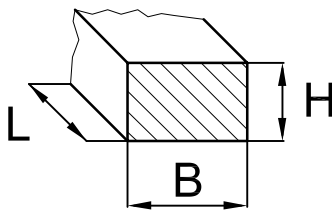

Abbildung 14: (z362-12) Abmessungen einer Holzlatte
- Die Höhe H der Holzlatte darf nur so groß sein, dass ein Kippen der Kaltkanalbaugruppe ermöglicht wird. Die Höhe H muss zudem um einige Größenordnungen kleiner sein als die Breite B ($H \ll B$), um ein Abrutschen der Kaltkanalbaugruppe zu verhindern (siehe Abb. 14).
- Die Auflagefläche L x B der Holzlatte muss ausreichend groß sein, damit die Kaltkanalbaugruppe nicht beim Bewegen wegrutschen kann (siehe Abb. 14).